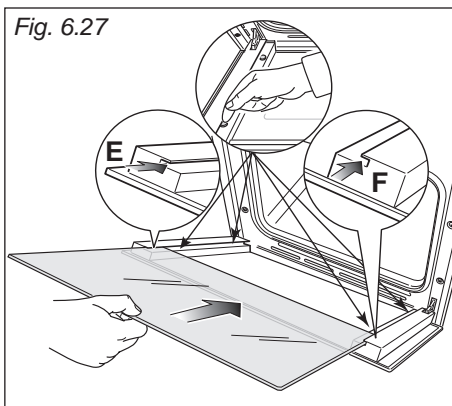
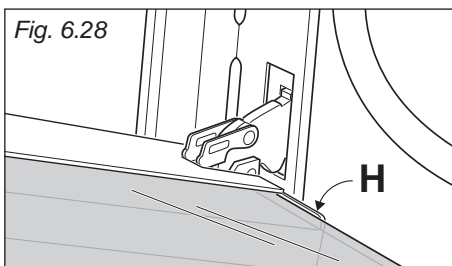

Fig. 6.27
Fig. 6.28
IMPORTANTE: È consigliabile, durante la rimozione del vetro, tenere premuti in posizione i 4 distanziatori "D", mediante un dito, al fine di evitare la rottura o lo sfilamento dei distanziatori stessi (fig. 6.27).
IMPORTANTE: È consigliabile, durante l'inserimento del vetro, tenere premuti in posizione i 4 distanziatori "D", mediante un dito, al fine di evitare la rottura o lo sfilamento dei distanziatori stessi (fig. 6.27).
- Inserire il vetro nelle guide "E" ed "F" (fig. 6.27) e farlo scorrere dolcemente fino ai fermi "H" (fig. 6.28).